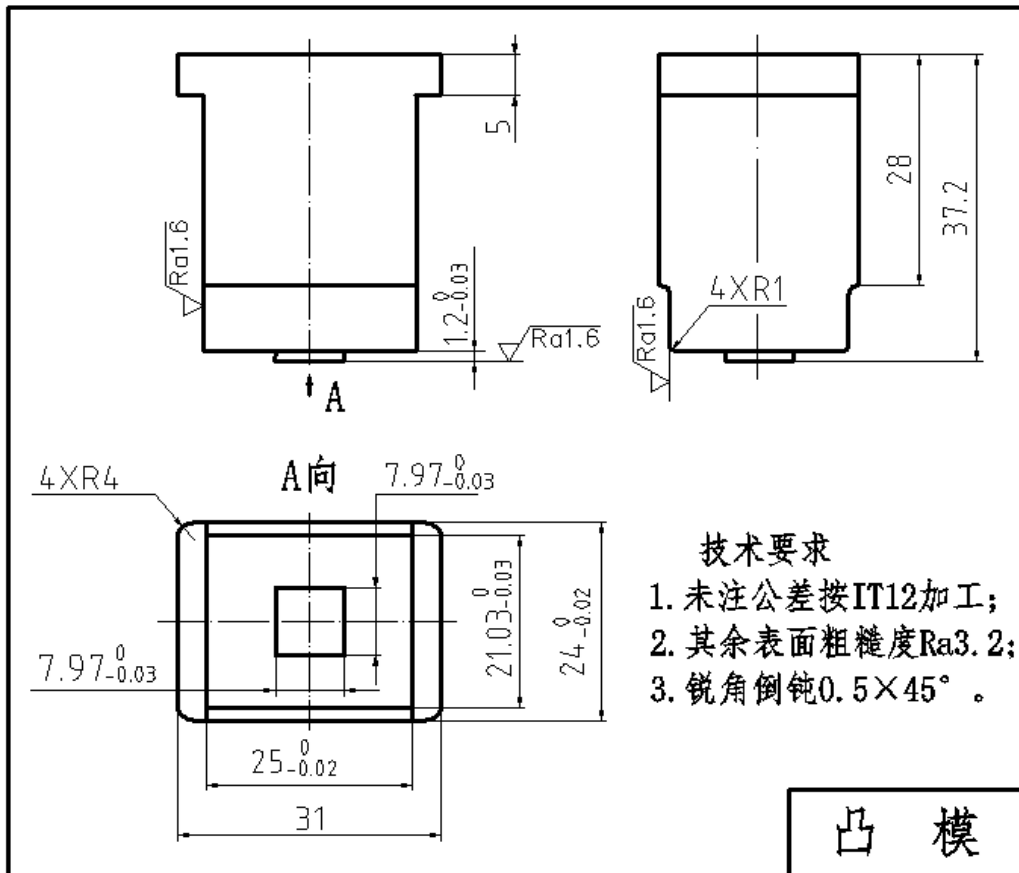

图 1 凸模示意图
- 1) 按图纸要求用铣床完成凸模（零件序号 16）的加工。如示意图 1 所示。